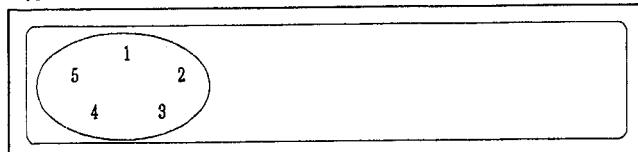

FIG. 2
D. AUSBAU DES CD-HALTERS (507)
1. Rückwärtige Snaps lösen (Fig. 2).
1. Vier TORX Schrauben lösen (2 unter den Gummifüßchen, eine neben dem rechten Fuß und eine vom Metallbügel, siehe Fig. 2).
4. Abziehen der Gehäusefront (Fig. 2).
H. AUSBAU DES METALLBÜGELS (505)
I. ZERLEGEN DES NETZSCHALTERTEILS (411)
2. Netzschaterteil abheben (Fig. 2).
- *) Check display as shown in Fig. 2.
Controllare che il display visualizzi l'immagine di cui alla Fig. 2.